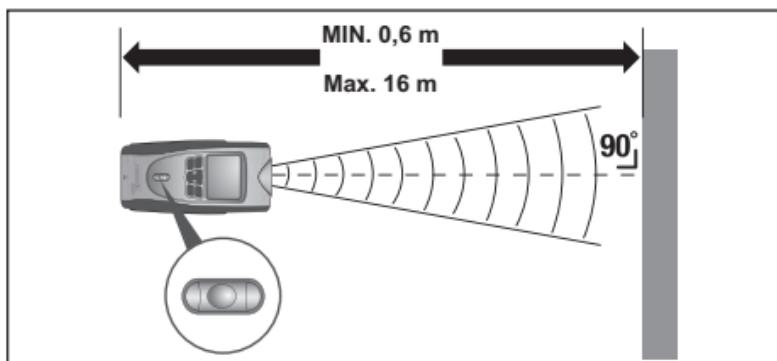
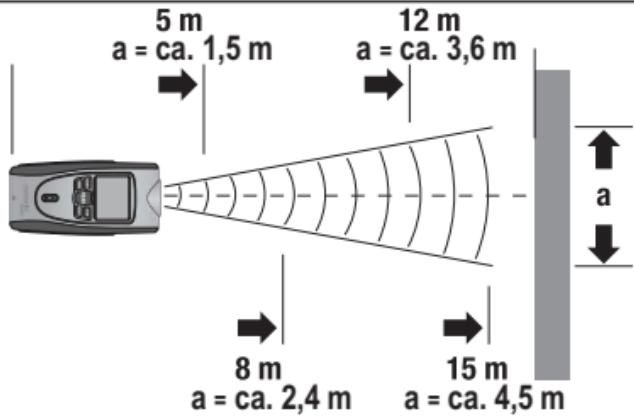

Abb.1
Abb.2
1. Schalten Sie das Gerät ein, indem Sie die Taste ON/OFF ⑩ drücken.
2. Drücken Sie ggf. mehrmals die Taste MODE ⑨, bis im Display die Anzeige  (Entfernungsmessung) erscheint.
3. Um zwischen den metrischen (Meter m) und angloamerikanischen (Feet'/Inch'') Maßeinheiten zu wechseln, drücken Sie die Taste FT/M ④.
4. Halten Sie das Gerät waagerecht vor die Wand, zu der Sie die Entfernung messen wollen. Der Ultraschall sender/ empfänger ② muss im rechten Winkel auf die Wand zeigen. Benutzen Sie hierfür die Libelle ⑧: Die Blase in der Libelle ⑧ muss zwischen den Markierungsstrichen stehen (siehe Abb.1, folgende Seite).
5. Drücken Sie kurz die Taste READ ⑪. Ein Laserpunkt wird projiziert und es ertönt ein akustisches Signal. Halten Sie das Gerät solange in Position, bis die gemessene Entfernung im Display ⑫ erscheint.
Je weiter Sie von der Wand entfernt stehen, umso breiter ist die Fläche (a) die der Entfernungsmesser mittels Ultraschall misst (Abb. 2). Beachten Sie daher, dass der Entfernungsmesser immer auf eine ebene Fläche im rechten Winkel gerichtet ist (Abb. 1 und 3). Bitte beachten Sie, dass sich keine Gegenstände im Messbereich befinden.